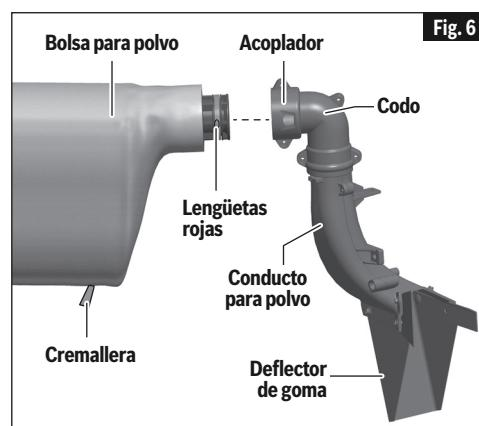

Fig. 6
**Instalación y remoción de la bolsa para polvo:** Para instalar la bolsa para polvo, comprima juntas las dos lengüetas rojas y deslice la bolsa para polvo hacia el interior del resalte del orificio para polvo (vea la Fig. 6).
**Limpieza de la bolsa para polvo** – Después de que la bolsa para polvo esté llena de 2/3 a 3/4, retírela de la sierra. Lleve la bolsa a un recipiente apropiado y abra la cremallera ubicada en la parte inferior de la bolsa. Sujete la bolsa por el extremo del acoplador y sacúdala vigorosamente hasta que todo el polvo y todos los residuos hayan caído de ella. Cierre la cremallera y reinstale la bolsa. NOTA: Limpie la bolsa al final de la sesión de corte y antes de transportar o almacenar la sierra (vea la Fig. 6).
**Conexión a una aspiradora:** Inserte directamente la boquilla de aspiradora en (o sobre) el orificio de salida tanto como se pueda (Fig. 6). Asegúrese de que la manguera de aspiración esté libre del mecanismo y alejada de la trayectoria de corte antes de enchufar la sierra en la fuente de alimentación.